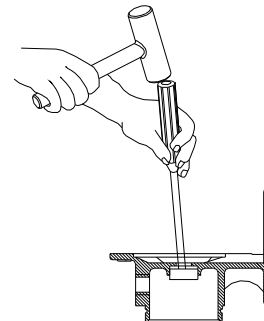

Figura 14
- b. Toque a cabo el sello de cerámica y junta de goma afuera de la suspension del anillo de montaje. (vea Figura 14)